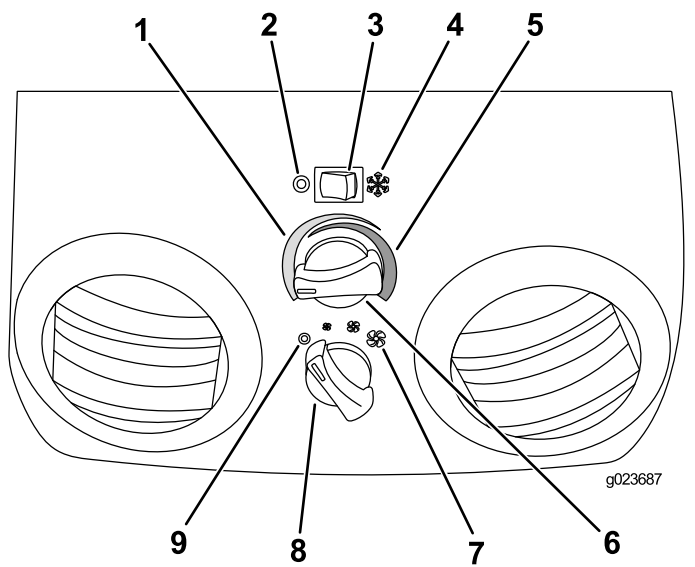

Figure 53
1. Appuyez sur le côté droit de la commande de CLIMATISATION pour ACTIVER la climatisation (Figure 53).
3. Tournez le bouton de réglage de la TEMPÉRATURE vers la gauche jusqu'à ce que la température voulue soit atteinte (Figure 53).
4. Tournez le bouton de réglage de VITESSE DU VENTILATEUR à la position basse, moyenne ou haute (Figure 53).
1. Appuyez sur le côté gauche de la commande de CLIMATISATION pour DÉACTIVER la climatisation (Figure 53).
3. Tournez le bouton de réglage de la TEMPÉRATURE vers la droite jusqu'à ce que la température voulue soit atteinte (Figure 53).